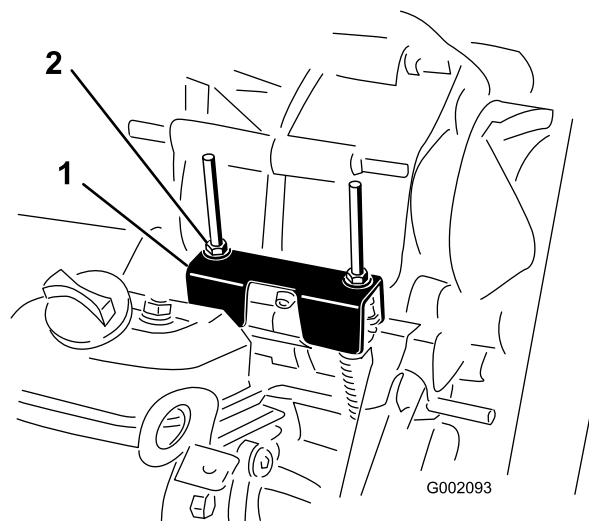

Figura 48
Sempre que for necessário efectuar operações de manutenção programada e/ou diagnósticos do motor, deverá colocar a alavanca de mudanças na posição de ponto morto (Figura 48). A alavanca de mudanças do veículo possui uma posição de ponto morto que controla a posição neutra do eixo transversal. Deverá executar as seguintes operações para se certificar de que a alavanca de mudanças controla a posição neutra do eixo transversal de forma correcta:
2. Certifique-se de que o suporte neutro está na posição neutra (nível do suporte do cabo ao capot situado por baixo do suporte das mudanças), rodando a embraiagem (Figura 48).
3. Rode uma das porcas de bloqueio (Figura 48) para conseguir 0,76 a 1,52 mm de folga entre a parte inferior da porca/anilha e o suporte neutro.